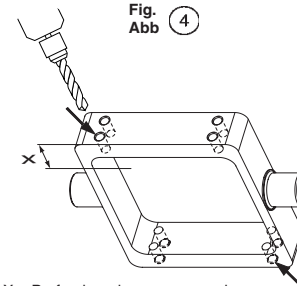

Fig. 4
- 4- Desserrer une vis pointeau de chaque face du tourillon (voir fig.4)
- 4- Unscrew a locking screw on each side of the centre trunnion (see fig. 4).
- 4- Lösen Sie je eine Klemmschraube auf jeder Seite der Schwenkbefestigung (siehe Abb. 4).
- 4-Togliere una vite a brugola da ogni lato della cerniera (vedere fig.4)
- 4-Desenrosacar un prisionero de cada cara de la charnela (ver fig.4)